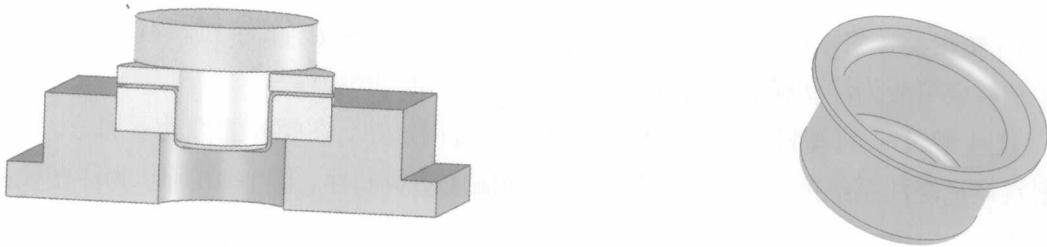

图 1-7 拉深模简图(剖视图)
3) 拉深模 将坯料拉深成开口空心零件或进一步改变空心工件形状或尺寸的模具称为拉深模。图 1-7 所示为拉深模简图。